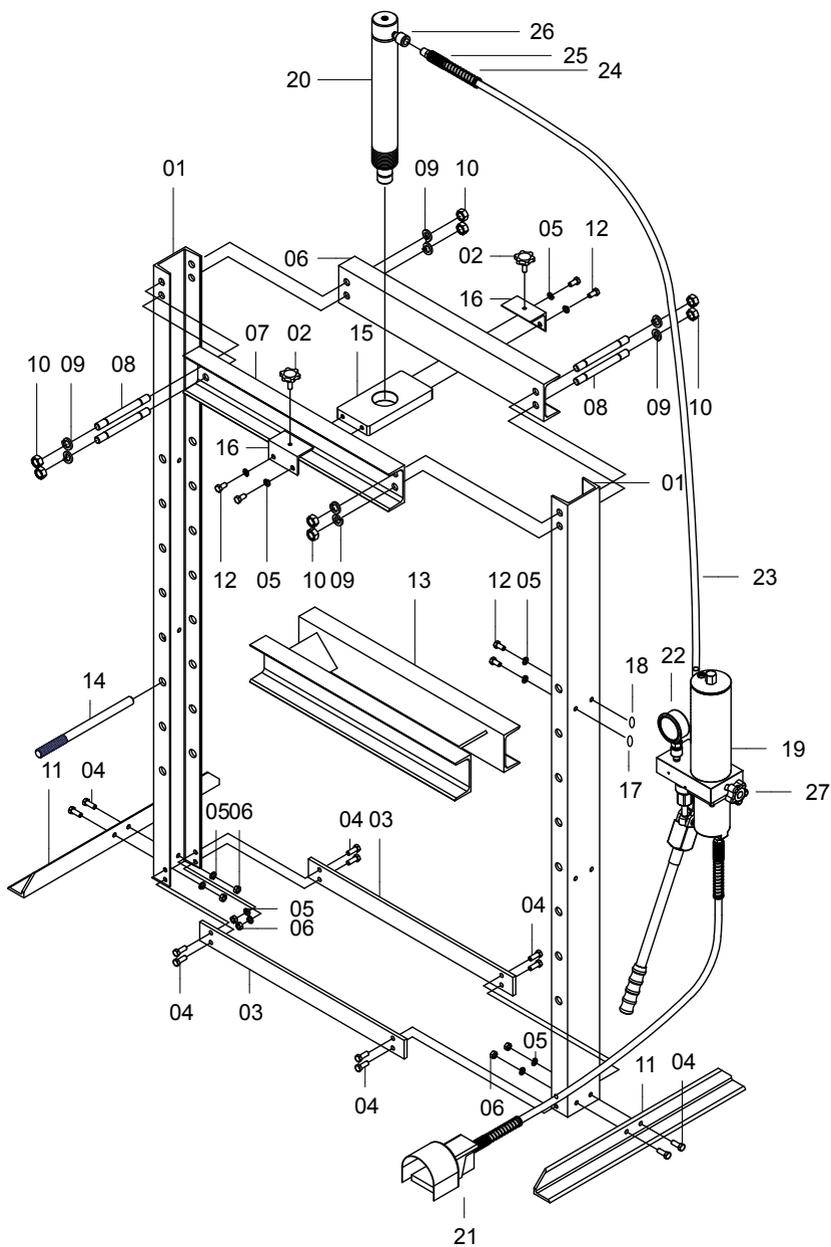

Рис. 2
1. Перед началом работы убедитесь в надёжности присоединения гидравлических шлангов (Рис. 2, п. 21 и 23).
2. Установите рабочий стол (Рис. 2, п. 13) на необходимом для производства работ уровне и надёжно закрепите его фиксирующими болтами (Рис. 2, п. 14).
3. Подготовьте насадки (п. 28-30) для работы с гидравлическим цилиндром (Рис. 2, п. 20). Присоедините необходимую насадку к цилиндру.
5. Перед использованием пресса необходимо выпустить весь воздух, который может находиться в гидравлическом цилиндре. После чего следует плотно закрыть управляющий клапан (Рис. 2, п. 27) ручного гидравлического насоса поворотом его головки по часовой стрелке. Пожалуйста, делайте это аккуратно. Приложение большого усилия может привести к повреждению клапана.
1. Перед началом работы, надёжно закрепите основание (Рис. 2, п. 11) пресса анкерными болтами к бетонному полу.
2. При работе никогда не превышайте предельно допустимую нагрузку гидравлического оборудования. Для постоянного контроля давления следите за показаниями манометра (Рис. 2, п. 22).